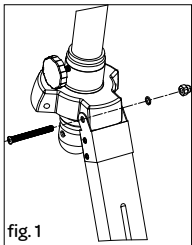

fig. 1
1. Chaque pied en bois du support dispose d'une vis avec un écrou papillon. Utilisez un tournevis pour fixer les pieds en bois sur le support. Placez un longue vis dans les connecteurs métalliques et serrez-la avec un écrou papillon. Effectuez cette opération pour les trois pieds en bois - fig. 1.